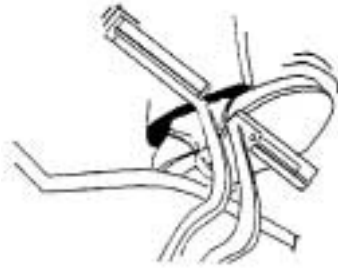

FIG. 32 Prueba de frenos*.
- Probar los frenos, a velocidad reducida, primero en cada rueda de forma independiente y después en las dos simultáneamente. **FIG. 32** Esta prueba permite ver si los frenos son constantes y suficientes. En caso de que no sea así, consultar el manual de instrucciones; si la deficiencia persiste, debe dirigirse al concesionario correspondiente con el fin de realizar una regulación en buenas condiciones.